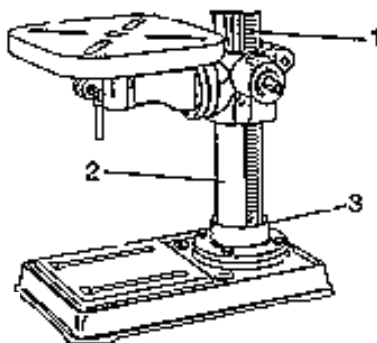

Fig. 5
5. Installez, très attentivement, le bras de fixation de la table et la tige dentée (1) à la colonne (2) (Fig. 5). Posez le dessous de la tige dentée dans la fente (3) dans la plaque de base de la colonne.